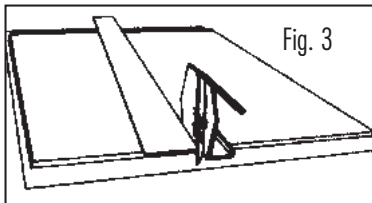

Fig. 3
- Place blade side of cutter against the straight edge and push away to cut (Fig. 3).
- Mettez le tranchant de la lame contre la règle et coupez en poussant (figure 3).
- Con la cara cortante del cúter sobre el borde recto, empuje hacia adelante para cortar (Fig. 3).
- Die Klingenseite des Schneidgeräts an das Lineal anlegen und wegschieben, um zu schneiden (Abb. 3).
- Posizionare il lato tagliente della taglierina contro il regolo e spingere in avanti per tagliare (Fig. 3).